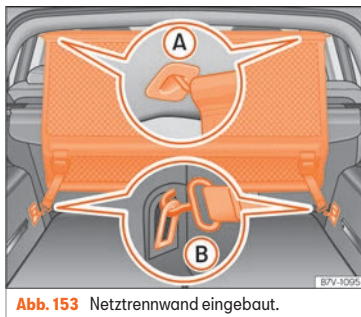

Abb. 153 Netztrennwand eingebaut.
- Netztrennwand in der linken Aufnahme am Dach eingehängen »» **Abb. 153** ①. Darauf ach-
- Netztrennwand in der rechten Aufnahme am Dach durch Zusammendrücken der Querstange eingehängen »» **Abb. 153** ②.
- Beide Haltehaken der Netztrennwand in die vorderen Verzurrösen im Gepäckraum »» **Abb. 153** ③ eingehängen und die Gurte fest spannen.
- Haltehaken der Netztrennwand an den Verzurrösen »» **Abb. 153** ④ aushaken.
- Netztrennwand an der rechten Aufnahme im Dach »» **Abb. 153** ① durch Zusammendrücken der Querstange aushängen.